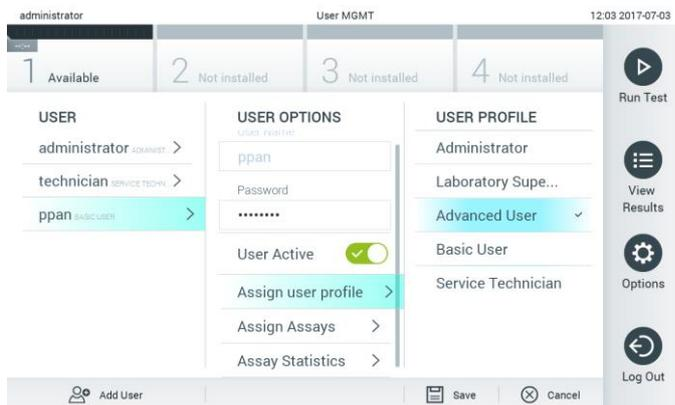

Abbildung 49: Zuweisung von Benutzerprofilen zu Benutzern
- Assign User Profile (Benutzerprofil zuweisen): Zuweisung eines anderen Benutzerprofils für diesen Benutzer (z. B. Administrator, Laboratory Supervisor (Laborleiter), Advanced User (Fortgeschrittener Benutzer), Basic User (Einfacher Benutzer)). Wählen Sie das entsprechende Benutzerprofil aus der Liste rechts im Inhaltsbereich aus (Abbildung 49).